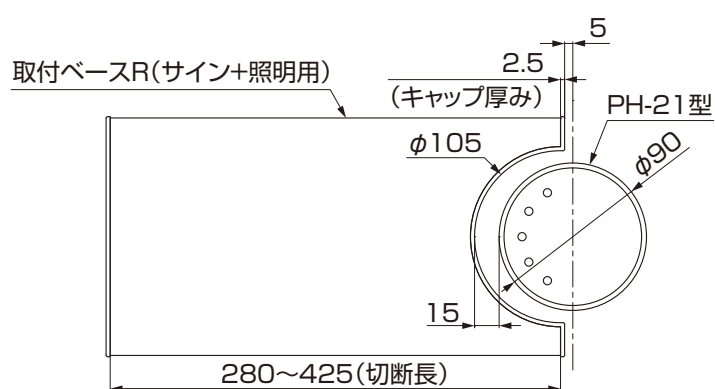

図6-1 取付位置
①表札用(PH-21型)サインベースとPH-21型の取付位置を確認してください。(図6-1参照)